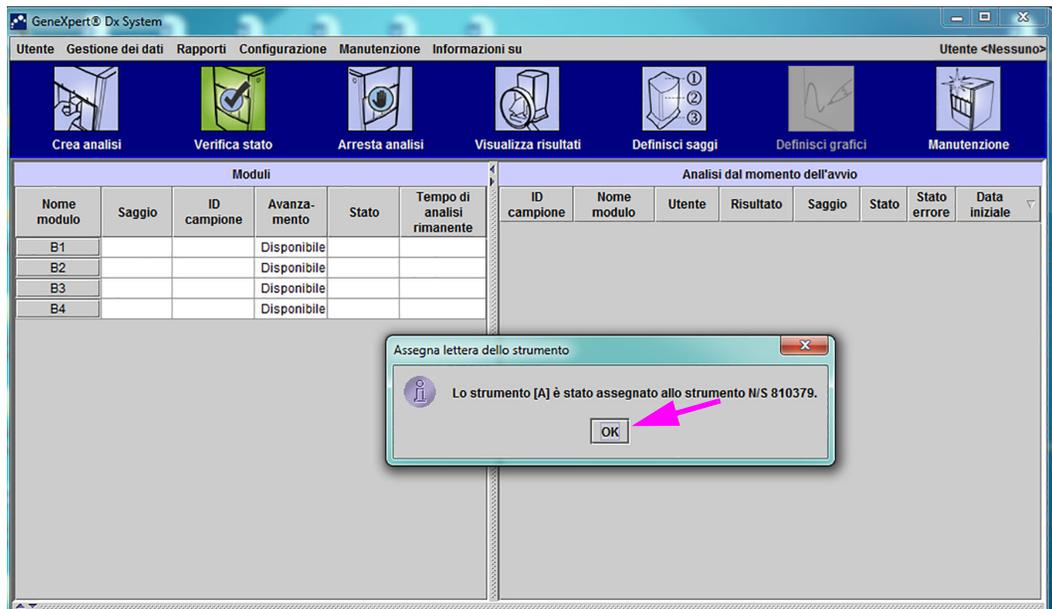

Figura 2-60. Finestra GeneXpert Dx System con assegnazione aggiornata delle lettere allo strumento
- Fare clic su **OK** per chiudere la finestra di dialogo Assegna lettera dello strumento (vedere la Figura 2-60). Il nome del modulo viene aggiornato con le lettere del nuovo strumento.